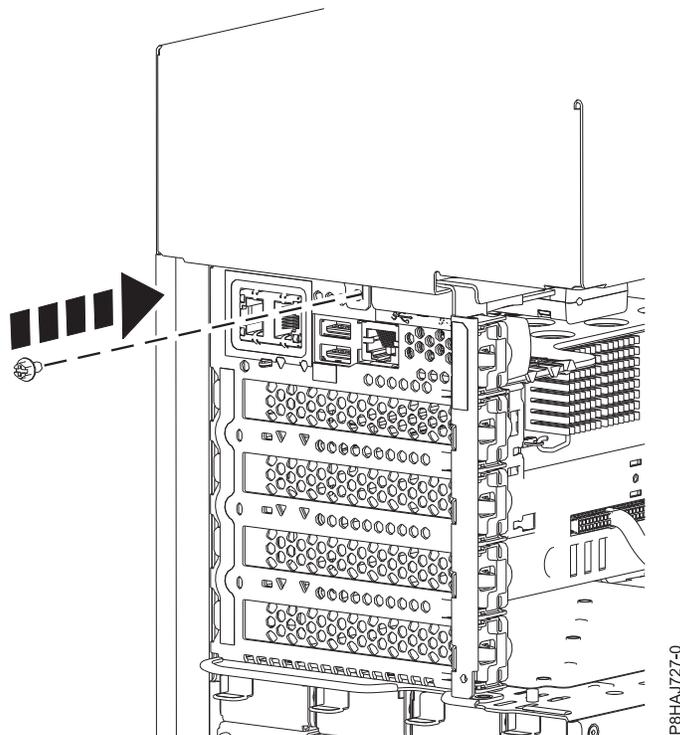

Figura 39. Colocación del tornillo de la cubierta lateral de 8286-41A
5. Ponga el tornillo posterior de la cubierta lateral con un destornillador de estrella, tal como se muestra en la Figura 39 en la página 57.